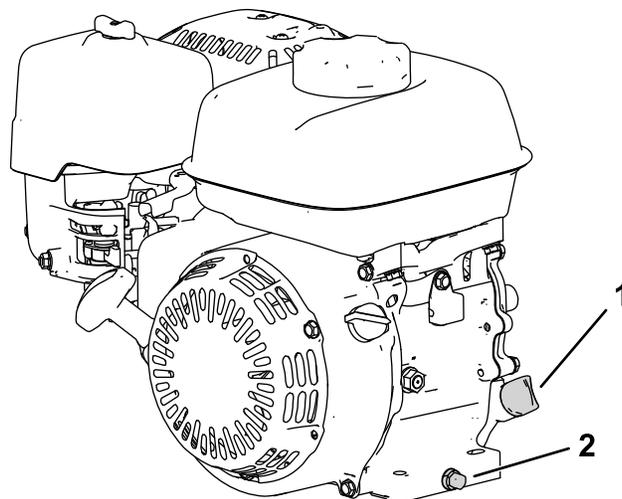

Figura 25
2. Posizionate la macchina in modo che il motore sia in piano e pulite l'area attorno al bocchettone per il rifornimento dell'olio (Figura 25).
- Rimuovete il tappo di spurgo, la rondella e l'asta (Figura 25).